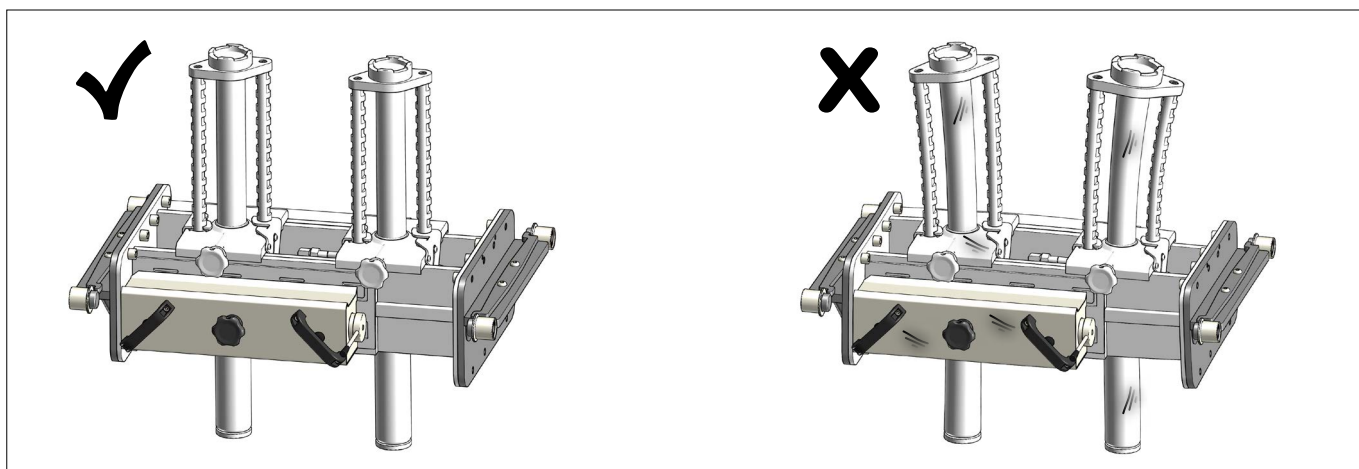

Fig.47
- Skader (Fig. 47) og unormalt slid
- Damage (Fig. 47), wear and tear
- Schäden (Fig. 47) und ungewöhnliche Abnutzung
- Dommages (Fig. 47) et usure
- Slitage (Fig. 47)
- Vauriot (Fig. 47) ja yleinen kuluminen
- Schade (Fig.47) en slijtage
- Daños (Fig.47) y desgaste
- Повреждений (Fig.47) и износа
- Danni (Fig.47) e usura